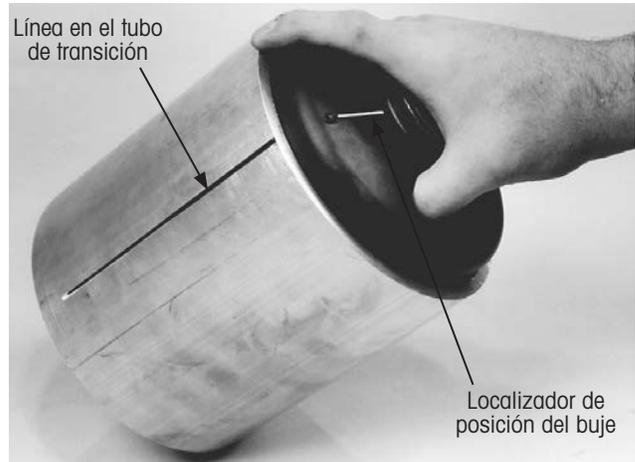
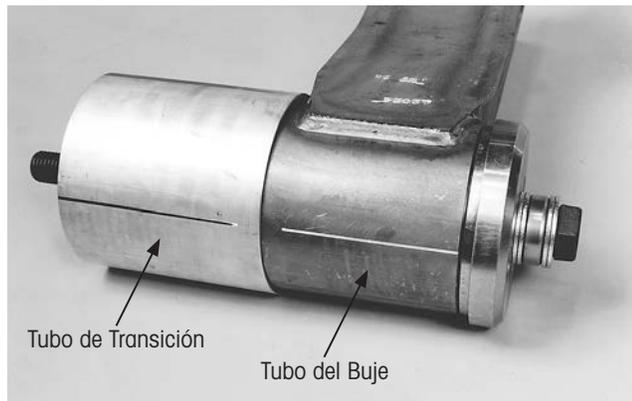

Figura 31: Inserción del buje de reemplazo en el tubo de transición
Figura 38: Alinee las líneas para obtener la orientación correcta del buje
3. **Inserte** el buje en el tubo de transición (Figura 31).
4. **Alinee** el localizador de posición del buje con la línea dibujada en el tubo de transición como se muestra en la Figura 31.
4. **Alinee** la línea dibujada en el tubo de transición (paso 1 en la página 17) con la línea dibujada en el tubo del buje (paso 2 en la página 11) como se muestra en la Figura 38.
5. **Asegúrese** de que el localizador de posición del buje (Figura 31 en la página 17) esté alineado con la línea en el tubo de transición y el tubo del buje (Figura 38).